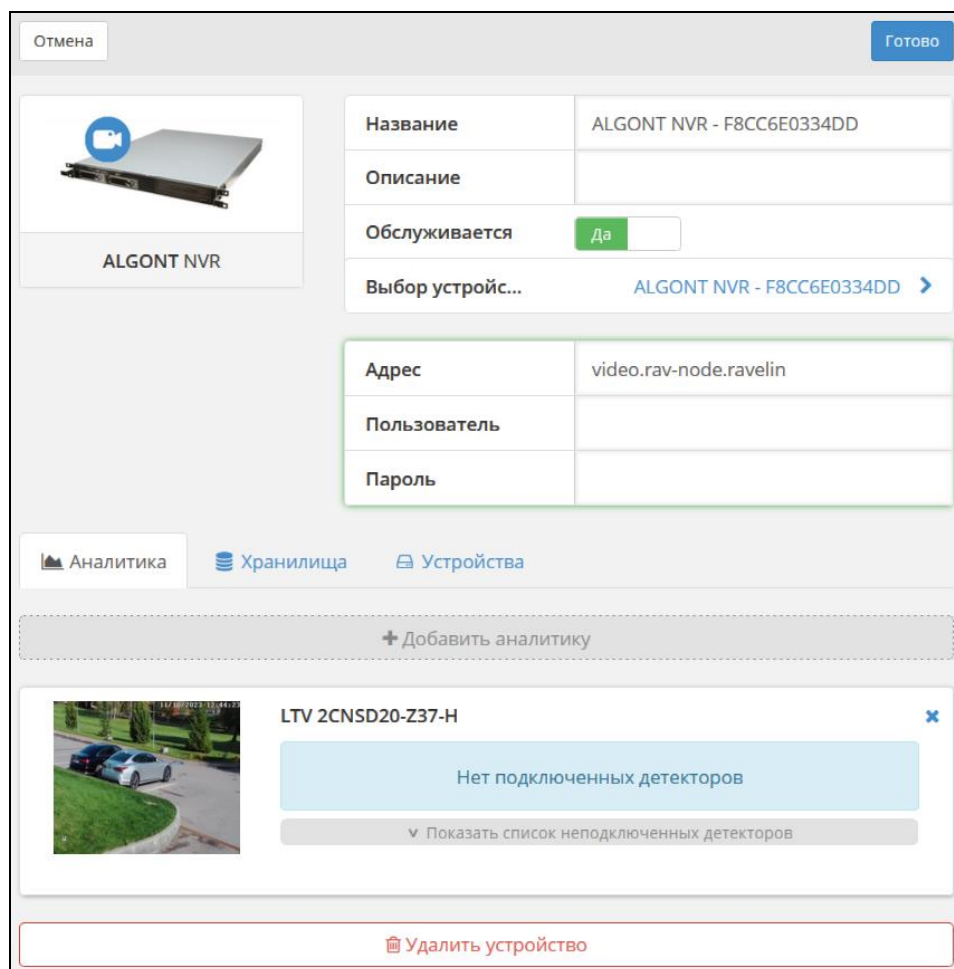

Рисунок 43 - Страница настройки аналитики на видеорегистраторе
3) После выбора потока, строка детектора появляется на странице видеорегистратора (рис. 43), по умолчанию детектор отключен, для подключения нажать кнопку **Подключить**.